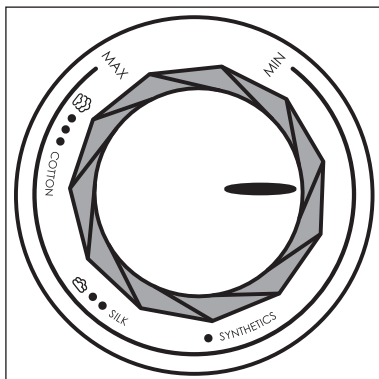

Bild 2
- 3) Ställ in önskad temperatur med temperaturreglaget  (se tabell nedan och bild 2).